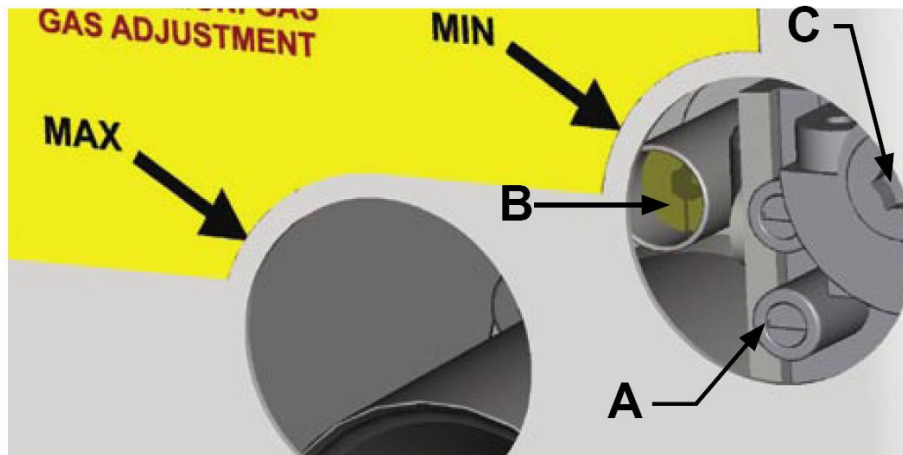

Рис. 37 Регулировка газового клапана
**Внимание:** после регулировки проверить закручен ли винт клапана для измерения давления газа «А» (рис. 37) и проверить герметичность провода выброса продуктов сгорания.